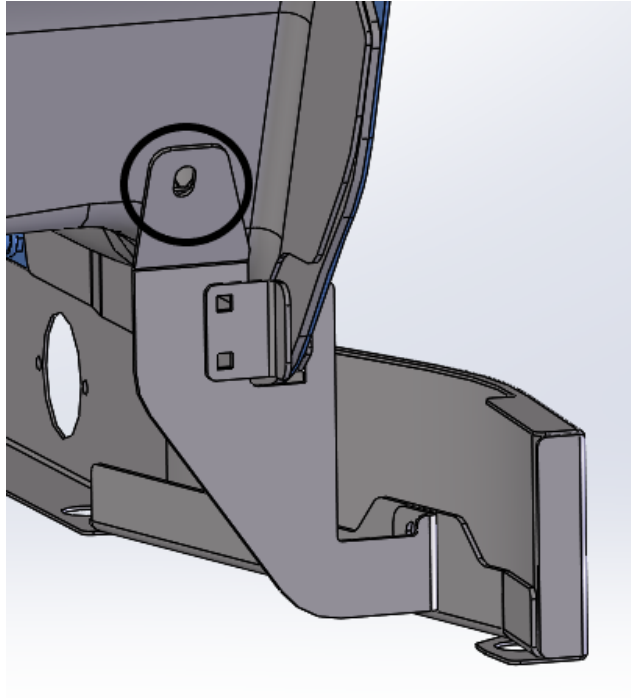

Figura 1: BD ensamblado instalado con el nutsert OEM que se usará, mostrado circulado (lado del piloto mostrado)
- a. Ensamble NL10996022SYM a PNL10996022BD/BP como se muestra en la Figura 1 abajo, usando los tornillos 10-32 provistos, arandelas planas y arandelas de bloqueo. Deje los sujetadores levemente flojos para permitir ajustes posteriores. Los tornillos de carrocería deben instalarse por la parte posterior de BD/BP, de tal forma que cuando los soportes se instalan en el camión, las tuercas estarán hacia el frente del camión para fácil acceso.
- b. Instale en el camión los soportes ensamblados, usando los tornillos hexagonales provistos M6x20, con arandelas planas y arandelas de bloqueo. El tornillo se instalará en un nutsert OEM (circulada en la Figura 1) y la brida y el soporte SYM cubrirán la soldadura cuando están correctamente instalados. No apriete completamente para permitir ajustes.